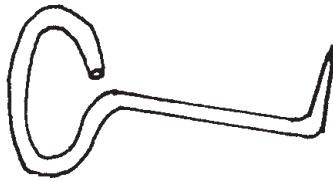

Figura 3. Gancho para armar.
**Gancho para armar.** Sirve para amarrar el alambre a las varillas y formar con ellas las parrillas que lleva el concreto armado (figura 3).